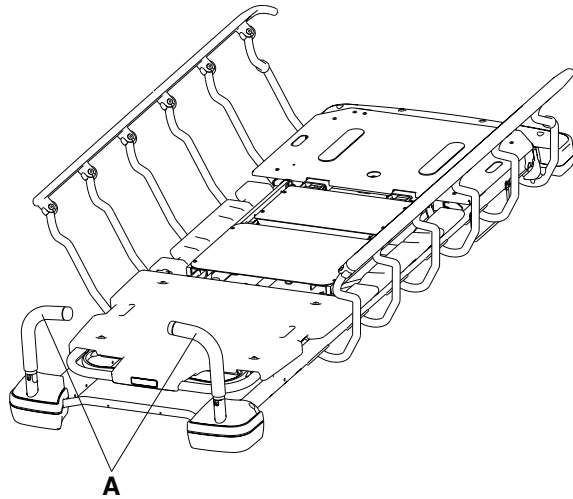

Figura 11 – Colocación de los mangos de empuje en el extremo de la cabeza
1. Gire los mangos (A) hacia arriba desde el extremo de la cabeza del producto (Figura 11).